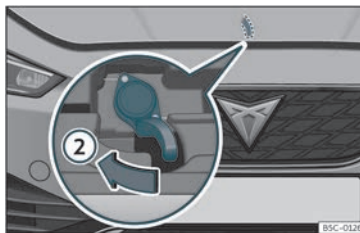

Abb. 202 Hebel unter der Motorraumklappe.
- Um die Motorraumklappe zu öffnen, drücken Sie den Hebel unterhalb der Motorraumklappe in der Mitte mit der Hand nach links» Abb. 202 ②. Die Fanghaken werden entriegelt.